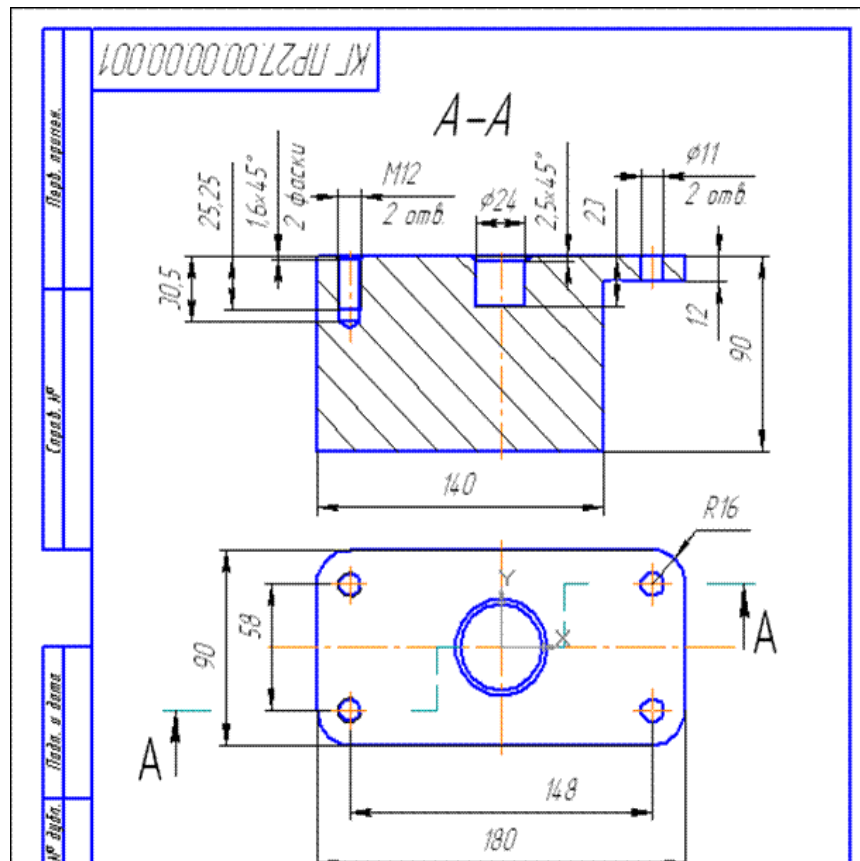
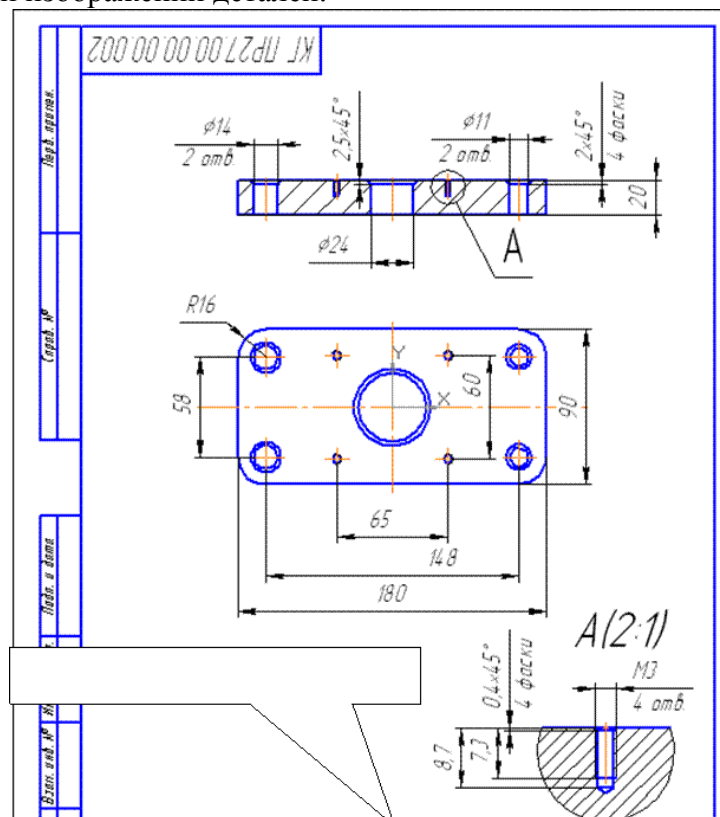
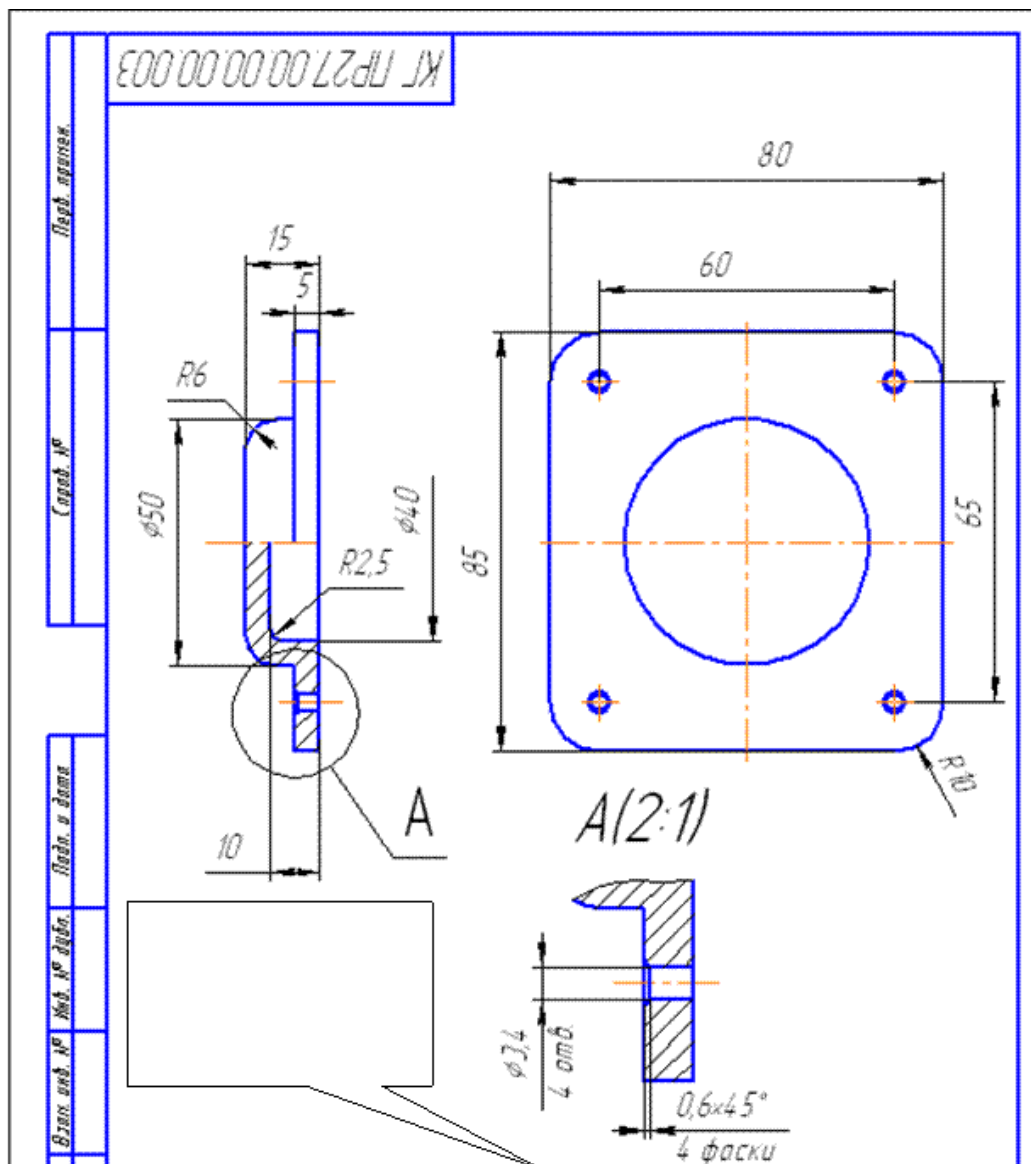
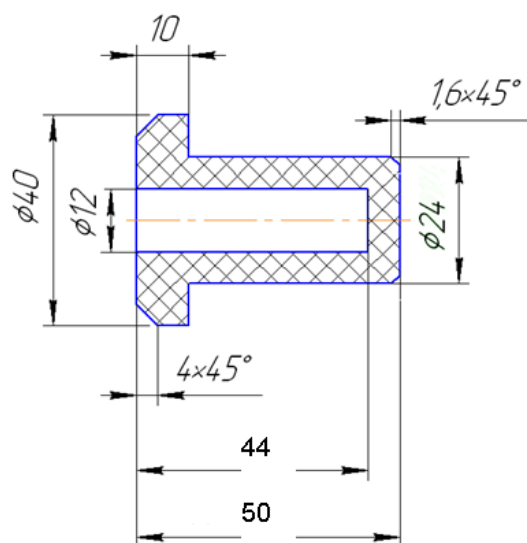

Рис. 8.3. Основание
Рис. 8.4. Плита
Рис. 8.5. Крышка
Рис. 8.6. Втулка
1. Копируем ранее выполненные чертежи оригинальных деталей: основание (рис. 8.3), плита (рис.8.4), крышка (рис.8.5), втулка (рис.8.6).
Формируем изображения сборочной единицы как на рис. 8.5. Между изображениями сборочной единицы обеспечиваем проекционную связь.